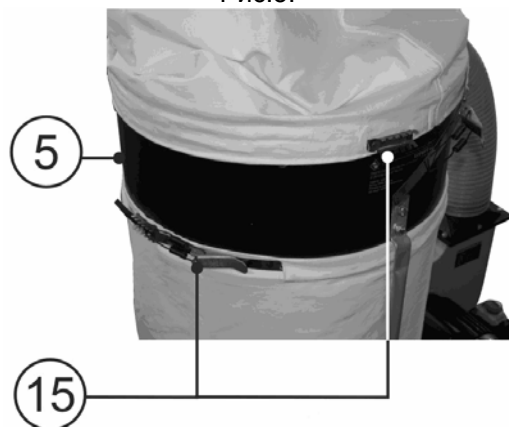

Рис.7.
8.7. Наденьте фильтрующий мешок на корпус фильтра (5), укрепите лямку мешка на вертикальной стойке, затем затяните хомут (15). Наденьте мешок пылесборника на корпус фильтра и затяните хомут (15), Рис.7.